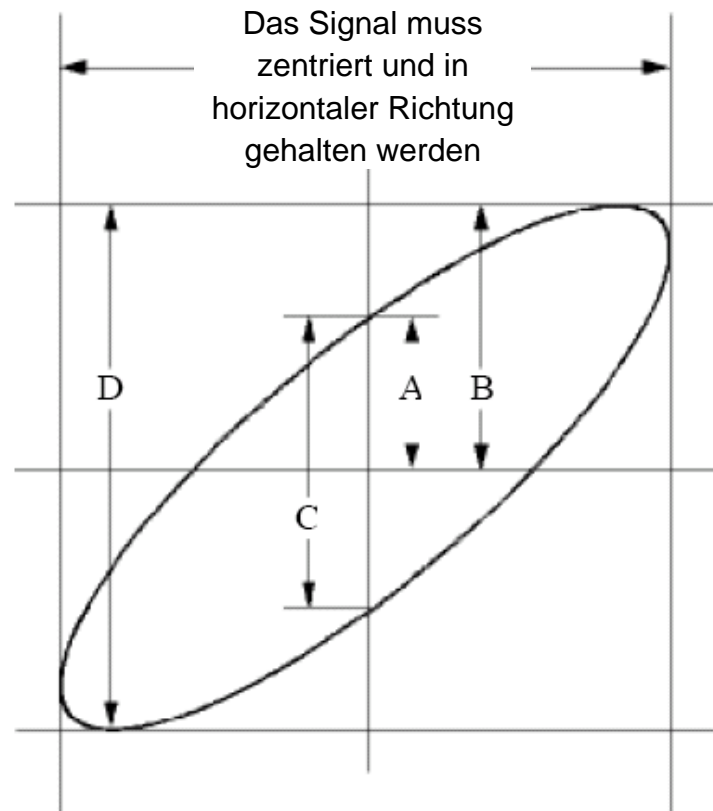

Abbildung 6–6 Lissajous Kurve
- (1) Stellen Sie den Dämpfungskoeffizienten des Tastkopfménüs für 10X und den des Tastkopfs für 10X ein (siehe "Einstellen des Tastkopfdämpfungskoeffizienten" auf P11).
- (2) Schließen Sie den Tastkopf von Kanal 1 an den Eingang des Netzwerks und den von Kanal 2 an den Ausgang des Netzwerks an.
- (3) Drücken Sie die Autoset-Taste, während das Oszilloskop die Signale der beiden Kanäle einschaltet und auf dem Bildschirm anzeigt.
- (4) Drehen Sie den Vertikalskalierungsknopf, so dass die Amplituden von zwei Signalen im Grob gleich sind.
- (5) Drücken Sie die Schaltfläche Acquire, um das rechte Menü anzuzeigen.
- (6) Wählen Sie im rechten Menü den Modus XY als EIN. Das Oszilloskop zeigt die Eingabe- und Anschlusseigenschaften des Netzwerks in der Lissajous-Grafik an.
(7) Drehen Sie die Knöpfe für die vertikale Skalierung und die vertikale Position, um die Wellenform zu optimieren.
(8) Mit der angewendeten elliptischen Oszillogrammmethode die Phasendifferenz beobachten und berechnen (siehe Abbildung 6 6).